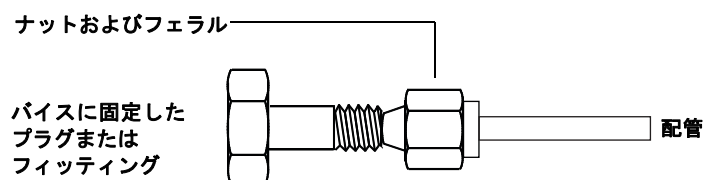

図 9 フィッティングの組み立て
- 3 配管をステンレス製のプラグに押し込みます (図 9)。